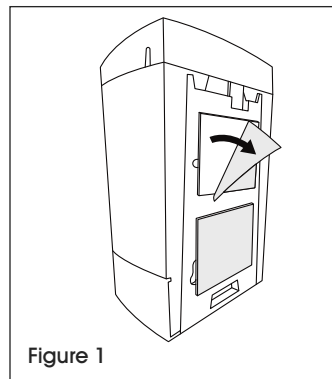

Figure 1
2. Retirez la doublure de papier du ruban adhésif. Appuyez fortement le distributeur contre le mur à l'emplacement souhaité pendant au moins 30 secondes afin de vous assurer que le ruban adhésif a bien adhéré au mur. (Voir Figures 1 et 2)